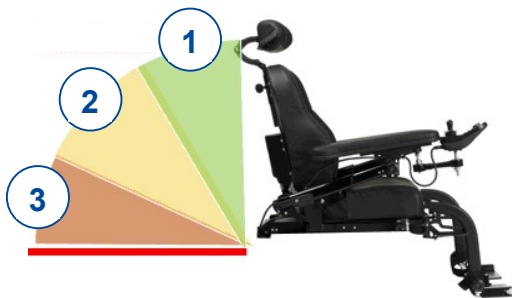

Abbildung 3 Rückenlehnenneigung
- die Rückenlehnenneigung einen bestimmten Winkel überschreitet (siehe Abbildung 3):